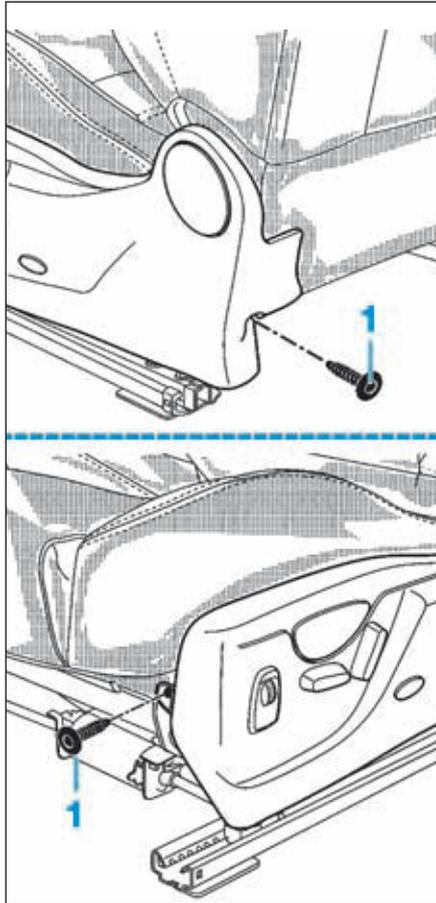

FIG.18
- Déposer les vis (1) et dégrafer la garniture latérale du siège concerné (Fig.18).